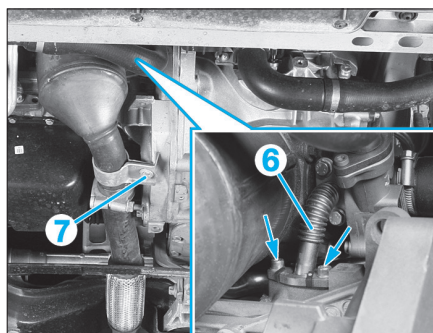

Fig. 41
- Déposer la conduite de retour d'huile (6) du turbocompresseur sur le bloc-cylindres (Fig.41).
- Déposer la vis (7) fixant le catalyseur au support de boîte de vitesses puis déposer l'ensemble turbocompresseur/catalyseur (Fig.41).